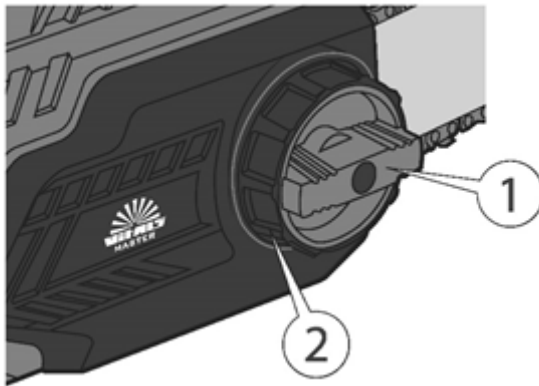
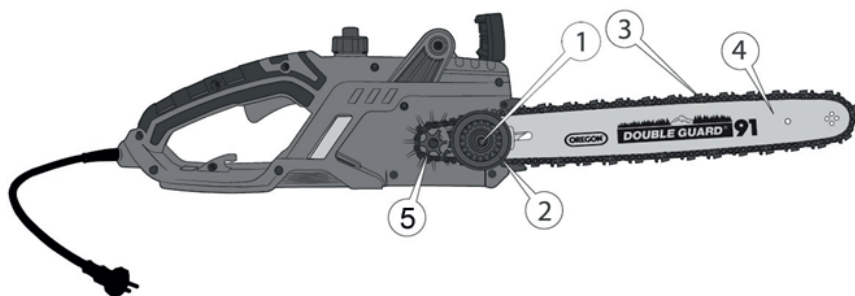

Рисунок 3. Вид на механізм регулювання натяжіння ланцюга та кришку кріплення шини.
Рисунок 5. Схема встановлення напрямної з ланцюгом на напрямну шпильку і ведучу зірочку.
– розфіксувати маховичок (2, рис. 3) механізму регулювання натяжіння ланцюга та кріплення кришки шини рухом важеля (1, рис 2) на пів оберта проти годинникової стрілки;
– відкрутити маховичок (2, рис. 3) механізму регулювання натяжіння ланцюга й кріплення кришки (14, рис. 1) шини (10, рис. 3) проти годинникової стрілки;
- перевірити, що на шину встановлена зубчаста муфта (2, рис. 5) механізму безключового натягнення або встановити її та зафіксувати нарізним гвинтом;
- встановити шину з ланцюгом на напрямну шпильку електропили (рис. 5), так щоб шпилька увійшла в отвір шини та шестерні механізму натягнення;
- встановити кришку (14, рис. 1) кріплення шини. Закрутити маховичок (2, рис. 3) кріплення кришки ланцюга, не затягуючи її до упору;
- здійснити регулювання натягнення ланцюга, обертаючи маховичком (2, рис. 3) зубчасту муфту (2, рис. 5) механізму безключового регулювання натягнення ланцюга. Натягнення ланцюга виконувати доти, доки ланцюг щільно не приляже до нижньої частини напрямної. У вірно натягнутого ланцюга звичайним зусиллям руки неможливо повністю вивести різальні ланки за межі напрямної;
- надійно затягнути маховичок (2, рис. 3) кріплення кришки кріплення шини зусиллям руки;
- надійно зафіксувати важелем (1, рис. 3) маховичок (2, рис. 3) безключового механізму регулювання натягнення ланцюга у затягнутому положенні;
- розфіксувати маховичок (2, рис. 3) механізму регулювання натяжіння ланцюга, повернувши його на пів оберта проти годинникової стрілки;
- натягнути ланцюг маховичком (2, рис. 3) механізму безключового регулювання натяжіння ланцюга праворуч для збільшення натяжіння або ліворуч для послаблення натяжіння;
- надійно затягнути маховичок (2, рис. 3) кріплення кришки шини зусиллям руки;
- надійно зафіксувати важелем (1, рис. 3) маховичок (2, рис. 3) безключового механізму регулювання натяжіння ланцюга у затягнутому положенні;